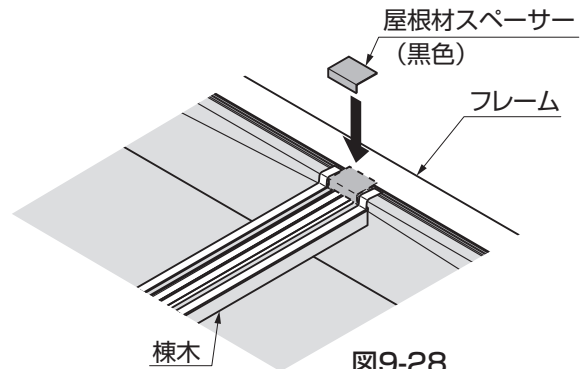

図9-28
③屋根材スペーサーを屋根材間のすき間を埋めるようにフレーム、中間フレームに貼付けてください。(図9-28参照)